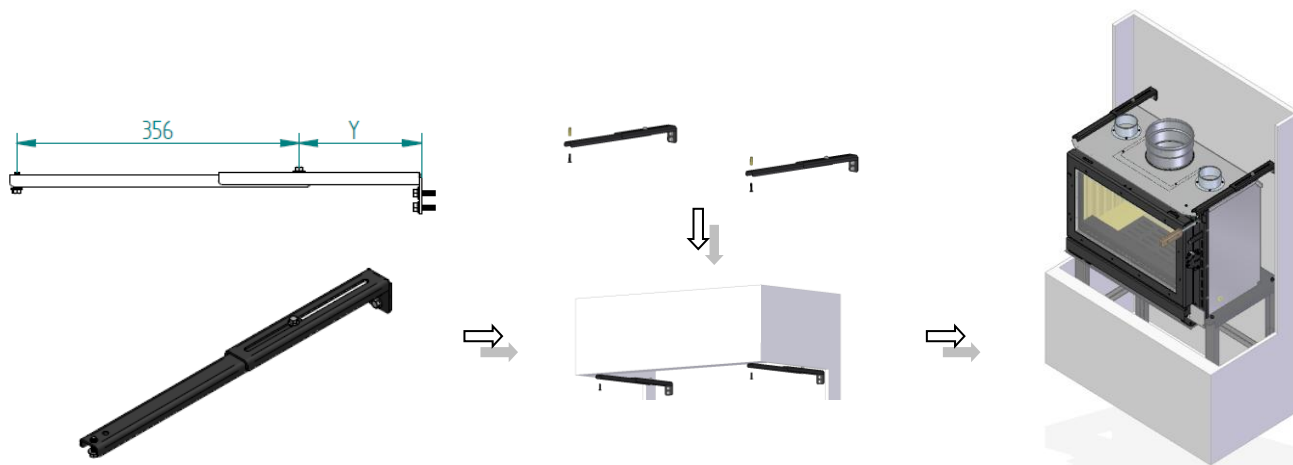

Figura 10 – Montaje de los soportes superiores - PA1090G053
8. Para aplicar los soportes superiores, antes de fijarlos a la pared, debe fijarlos en el exterior según la medida indicada en la Figura 10. La medida "Y" es la distancia que tendrá el soporte a la fijación de la pared, esta medida debe ser tomada en el lugar a instalar para posteriormente apretar el conjunto de fijación.